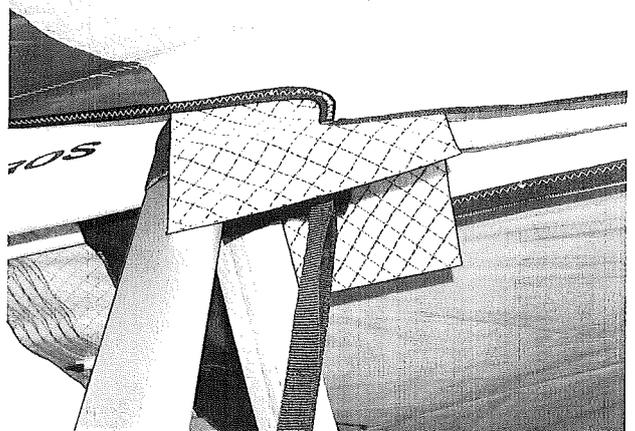

Abb.23
4. Machen Sie den Zentral-Reißverschluss am Untersegel auf und nehmen sie die auf Segel genähten Schutzkissen aus dem Doppelsegel heraus, so dass Sie den Kontakt des Segels mit den Trapezbolzen verhindern. (Abb.23).